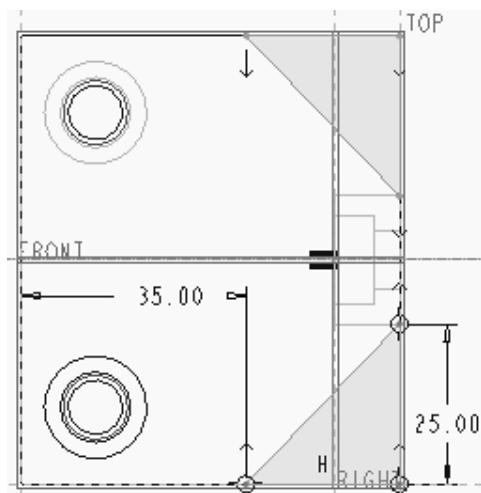
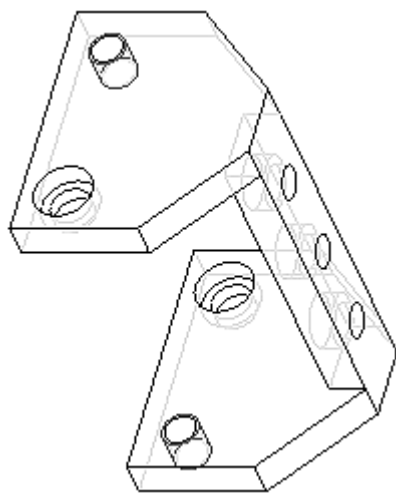

图 6-125 草绘图形
图 6-126 移除上、下水平板两侧多余材料
(2) 移除上、下水平板两侧的多余材料。单击【拉伸】命令，点选 TOP 面为草绘平面，绘制草绘图形，如图 6-125 所示。在拉伸操控面板中指定拉伸厚度为 107.00，选择对称拉伸，点选【移除材料】命令，单击完成拉伸。最后的模型如图 6-126 所示。